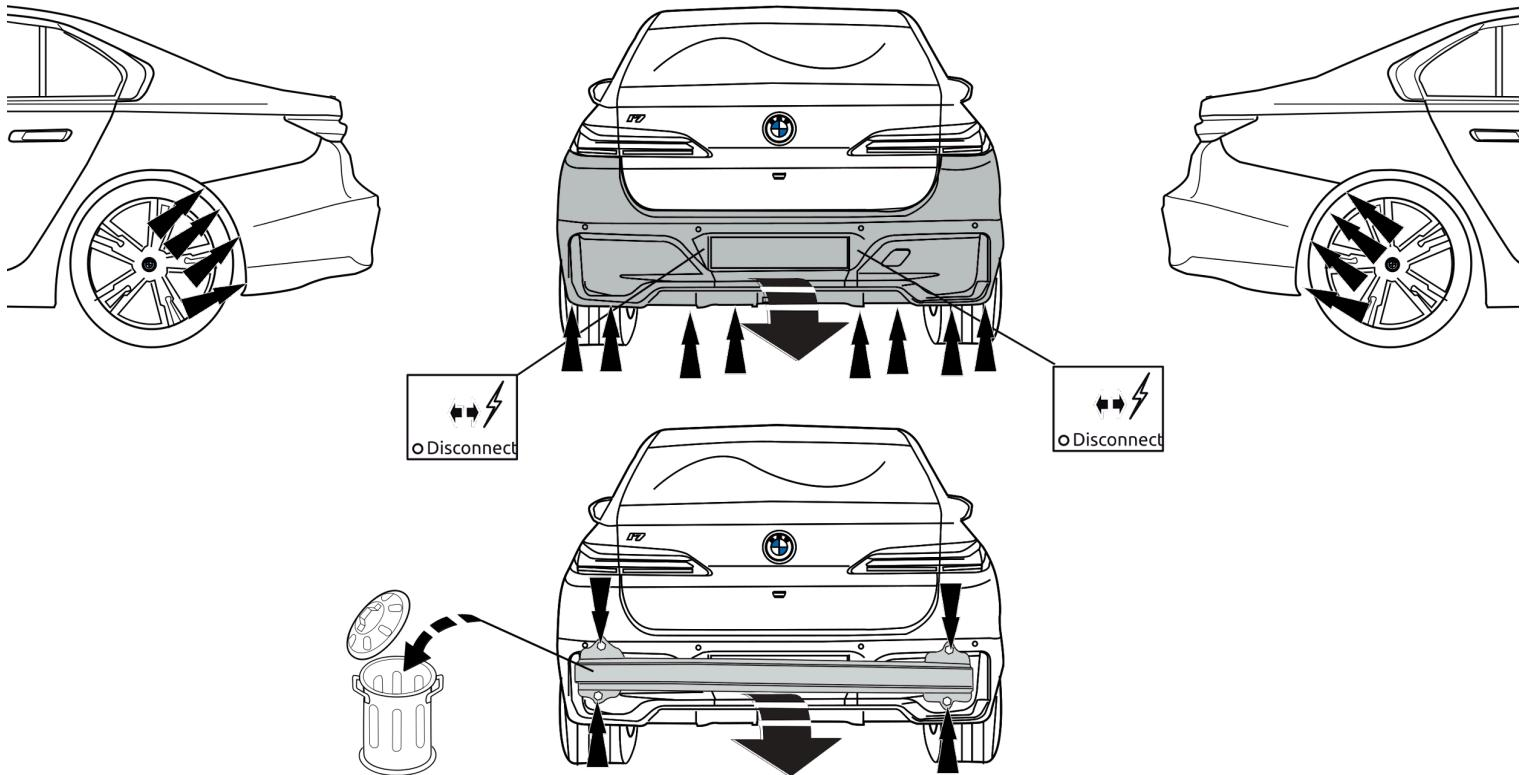

Fig. 1
- Снять пластмассовые защитные колпаки. Снять бампер вместе со буферным бруском автомобиля. Буферный брус больше не понадобится. См. рисунок 1.
- Герметизировать обозначенные части). Поставить уплотнение, как указано на рисунке. См. рисунок 1.